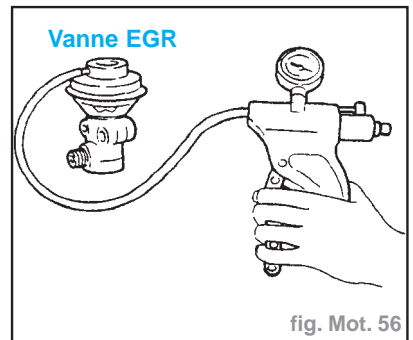

fig. Mot. 56
- Appliquer une dépression à l'orifice à dépression de la vanne EGR à l'aide d'une pompe à dépression à main (fig. Mot. 56).